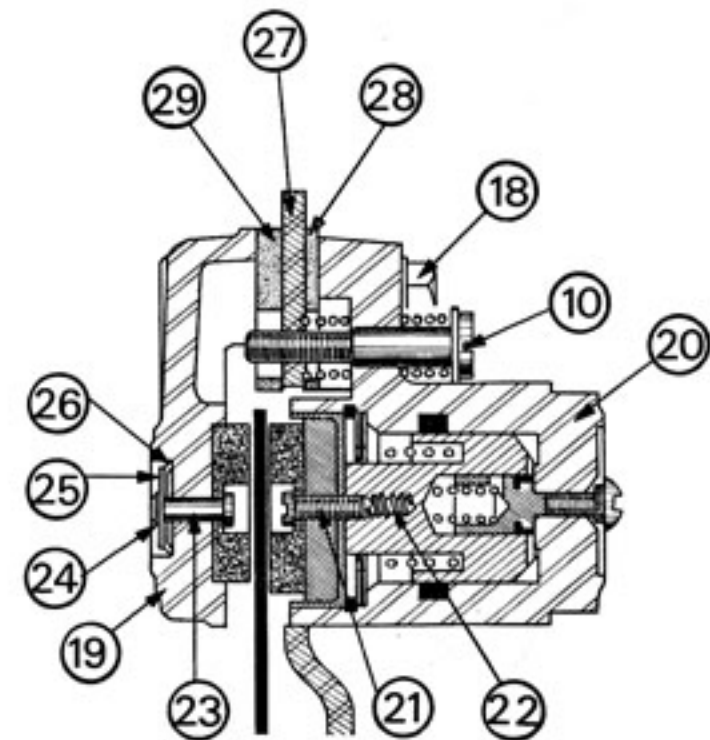

Fig. 1
Remonter le demi-étrier (20), la vis de réglage (10) et les ressorts (Fig. 1) sur la plaque support (27).